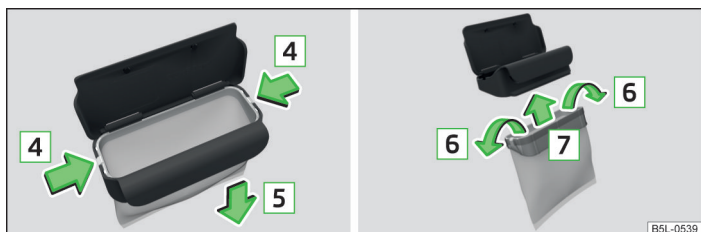

Fig. 66 Sustituir la bolsa
- » Presione las dos lengüetas del marco interior del cuerpo del recipiente en el sentido de la flecha » fig. 66.